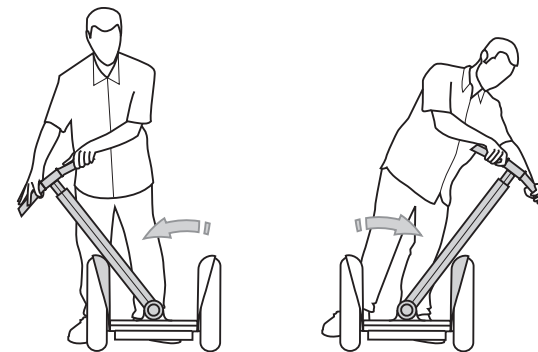

图 7. 确保倾斜操纵架返回到直立位置
7. 关闭 Segway PT 的电源（关闭），将倾斜操纵架分别向左右倾斜到底，直至碰到两边的挡泥板，并确保倾斜操纵架返回到直立位置。请参见图 7。如果倾斜操纵架未返回到直立位置，请松开免工具释放杆并返回步骤 2。